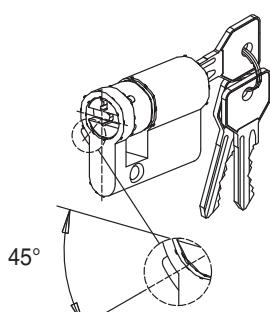

FIG. 20
4. Inserire il cilindro in vostro possesso, con la camma regolata come in fig. 20, nel blocco cilindro e ripetere a ritroso i punti precedenti (avvitare la vite laterale sul cilindro in modo da fissarlo; inserire il blocco cilindro nell'elettromaniglia e riavvitare le viti poste sul retro della stessa).
4. Insérer le nouveau cylindre avec la came réglée da la manière indiquée sur la fig. 20, dans le bloc-cylindre et répéter les points précédents du dernier au premier (serrer la vis latérale sur le cylindre de manière à le fixer ; insérer le bloc-cylindre dans la poignée électrique et resserrer les vis situées sur la partie arrière).
4. Setzen Sie Ihren Zylinder mit dem wie auf Abb. 20 zu sehen regulierten Nocken in den Zylinderblock ein und führen Sie die vorstehenden Punkte in umgekehrter Reihenfolge aus (schrauben Sie die seitliche Schraube in den Zylinder ein und befestigen Sie ihn so. Setzen Sie den Zylinderblock in den Elektrodrücker ein und schrauben Sie wieder die rückseitigen Schrauben ein).
4. Introduce the owner's cylinder (with the cam adjusted as shown in fig. 20) in the cylinder block and reverse the order of the above operations (screw in the cylinder side screw to lock the cylinder; introduce the cylinder block in the electric handle and screw in the screws on the back of the handle).
4. Introduzca el cilindro en su poder (con la leva regulada como en la Fig. 20) en el bloque del cilindro y repita en orden inverso los puntos anteriores (enrosque el tornillo lateral en el cilindro para fijarlo, introduzca el bloque del cilindro en la electromanilla y enrosque los tornillos situados en la parte posterior de esta última).
4. Breng de cilinder die u al in bezit had, met de nok afgesteld zoals in fig. 20, aan in het cilinderblok en herhaal de voorgaande punten in omgekeerde volgorde (draai de schroef aan de zijkant van de cilinder aan om de cilinder te bevestigen; breng het cilinderblok aan in de elektrische handgreep en draai de schroeven op de achterkant van de handgreep weer aan).